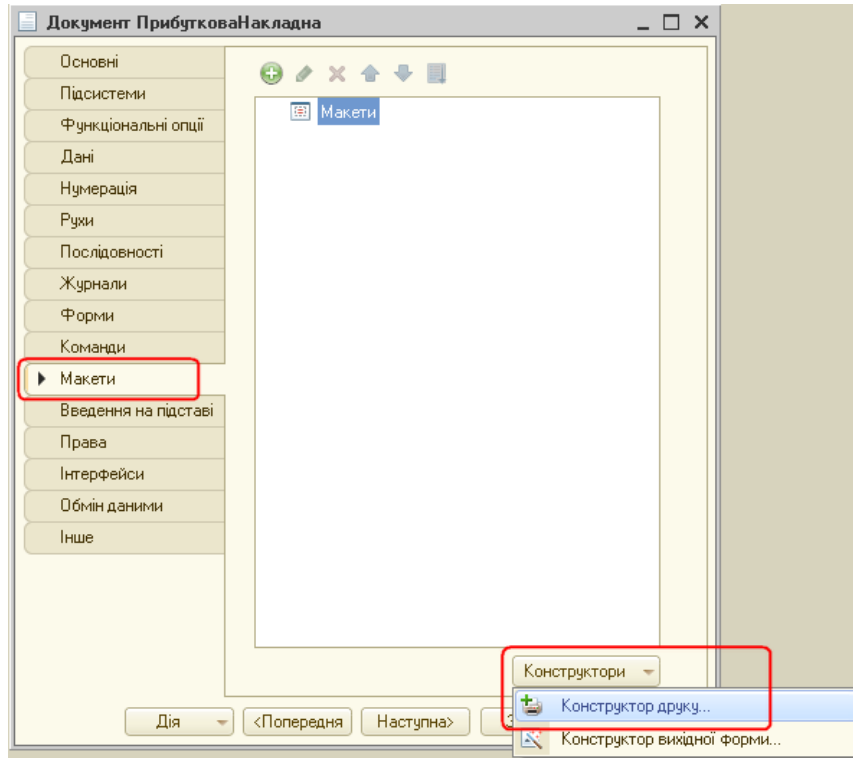

Рис. 17. Запуск конструктора друку
14) Створимо друковану форму об'єкту за допомогою конструктора друкованих форм. Викликати його можна через контекстне меню об'єкту в дереві метаданих, або скориставшись кнопкою «Конструктори», яка розташована в основній формі налаштувань об'єкту на закладці «Макети» (рис.17).